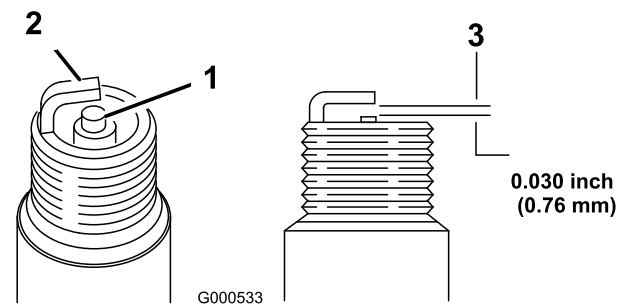

Figura 30
1. Mire la parte central de la bujía (Figura 30). Si se observa un color gris o marrón claro en el aislante, el
2. Compruebe la separación entre los electrodos central y lateral (Figura 30). Si la distancia no es correcta, doble el electrodo lateral (Figura 30).